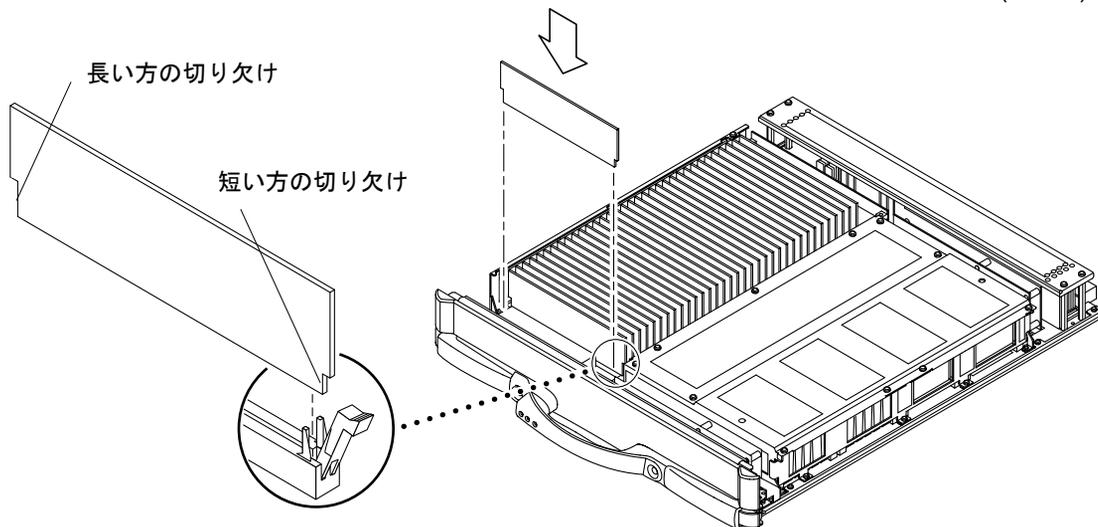

図 8-8 DIMM の取り付け
6. DIMM の上端に親指を当て、DIMM をコネクタにしっかりと押し込みます (図 8-8)。